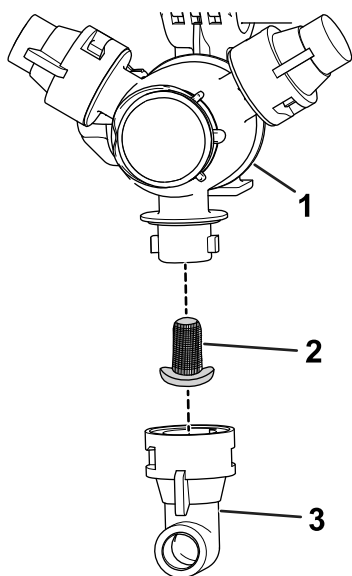

Figure 100
2. Retirez la buse de la tourelle de pulvérisation (Figure 100).